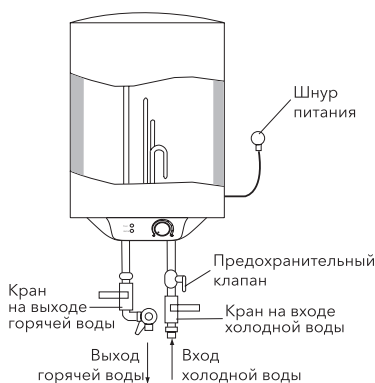

Рис. 4
3. Предохранительный клапан следует устанавливать в месте входа воды (см. рис. 4).